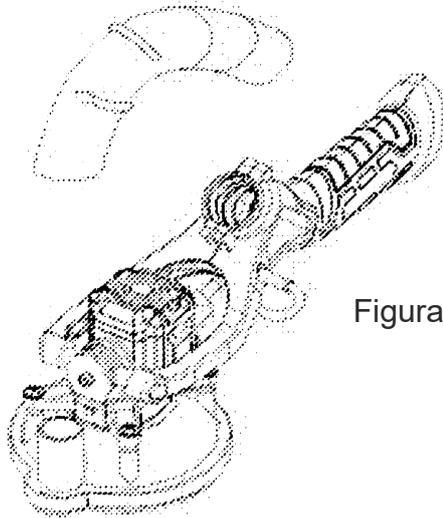

Figura 10
- Gire a mangueira de sucção no sentido anti-horário (figura 10):